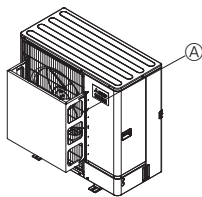

Fig. 2-3
- ② Zainstalować opcjonalną kierownicę powietrza w przypadku, gdy jednostka zewnętrzna jest zainstalowana w miejscu, w którym silny wiatr, np. tajfun, może bezpośrednio działać na wylot powietrza. (Fig. 2-3).